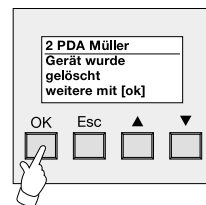

Bild 10:
7. Wenn das Endgerät erfolgreich gelöscht wurde (vgl. Bild 10), kann durch Betätigung der Taste "OK" zurück ins BT-Gerätemenü gesprungen werden. Der Löschvorgang ist abgeschlossen. Im BT-Gerätemenü können weitere Löschvorgänge gestartet werden.